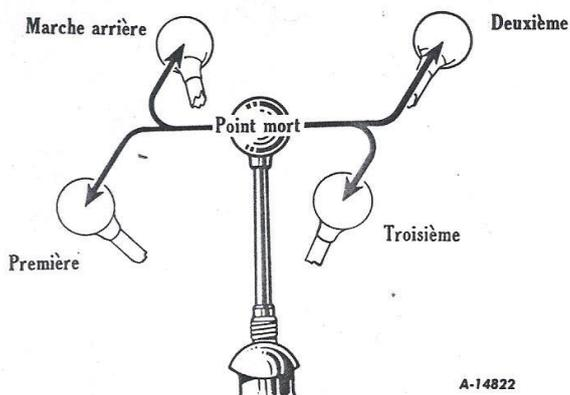

Figure 7 - Différentes positions du levier des vitesses.
Ce levier sert à sélectionner le rapport désiré de démultiplication de la transmission. Il y a trois (3) vitesses avant et une (1) marche arrière, *figure 7*.
1 - Placez le levier des vitesses au point mort, figure 7.
- 1 - Placez le levier des vitesses au point mort, figure 7.